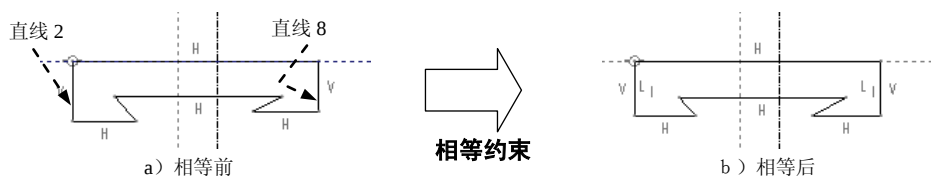

图 5.2.27 添加相等约束
d) 添加相等约束。单击工具栏按钮  中的 ，然后在图 5.2.27a 所示的图形中，先单击直线 8，再单击直线 2，此时图形如图 5.2.27 b 所示。